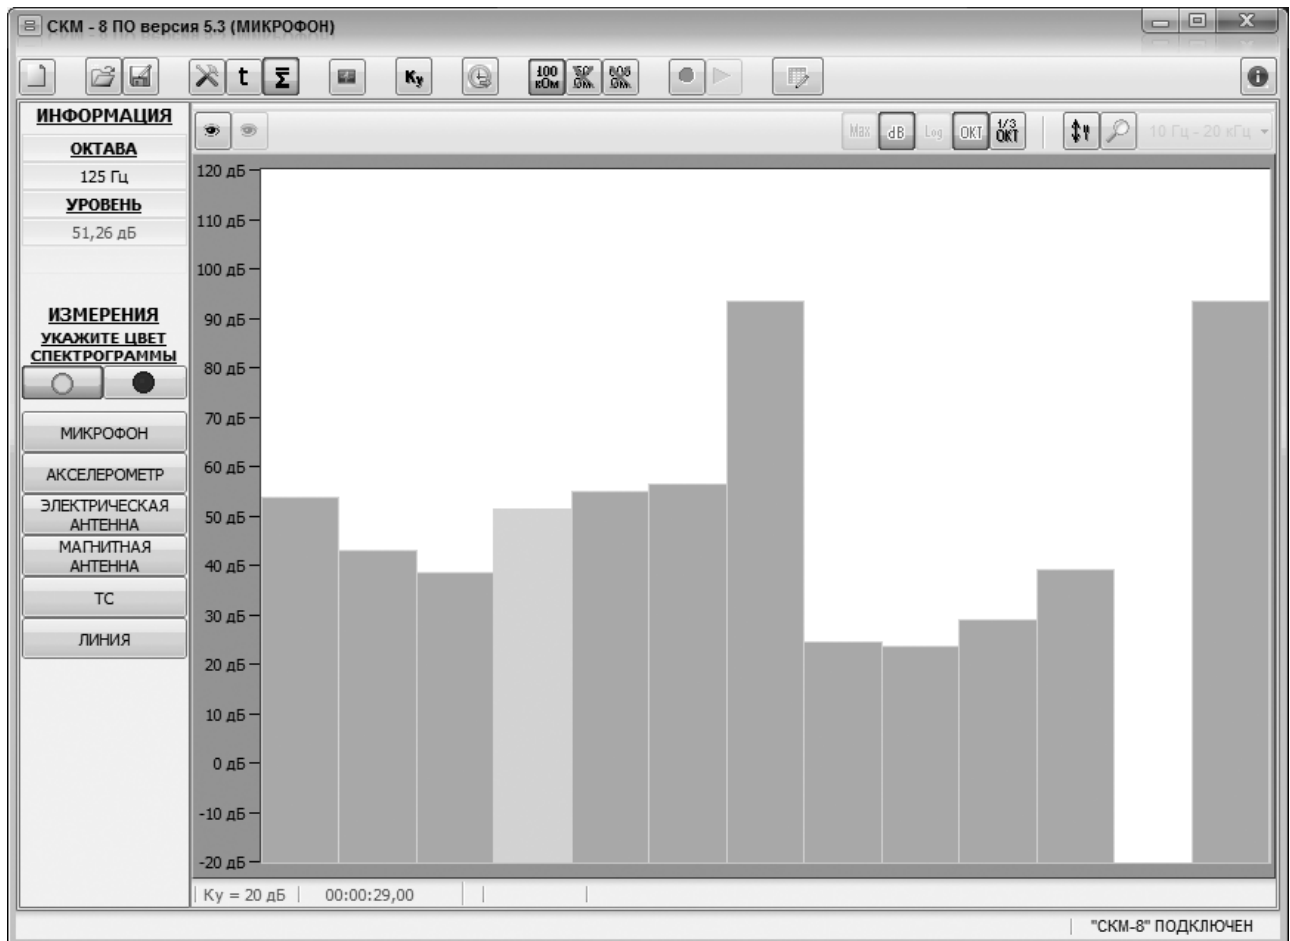

Рисунок 13 – Иллюстрация работы в режимах октавного (1/3-октавного) анализа
9.9.10 При работе в режимах октавного или 1/3-октавного анализа для отображения уровня октавной (1/3-октавной) полосы они выбираются с использованием указателя манипулятора «мышь». В информационном поле, соответствующем поз. 21 на рис. 7, появляется надпись «ОКТАВА» (1/3 ОКТАВА) и отображается значение среднегеометрической частоты выбранной октавной (1/3-октавной) частотной полосы, а в информационном поле «УРОВЕНЬ» - значение уровня сигнала для красной и зеленой спектрограмм, автоматически пересчитанного к октавной (1/3-октавной) частотной полосе. Иллюстрация работы анализатора в режиме октавного или 1/3-октавного анализа приведена на рис.13.